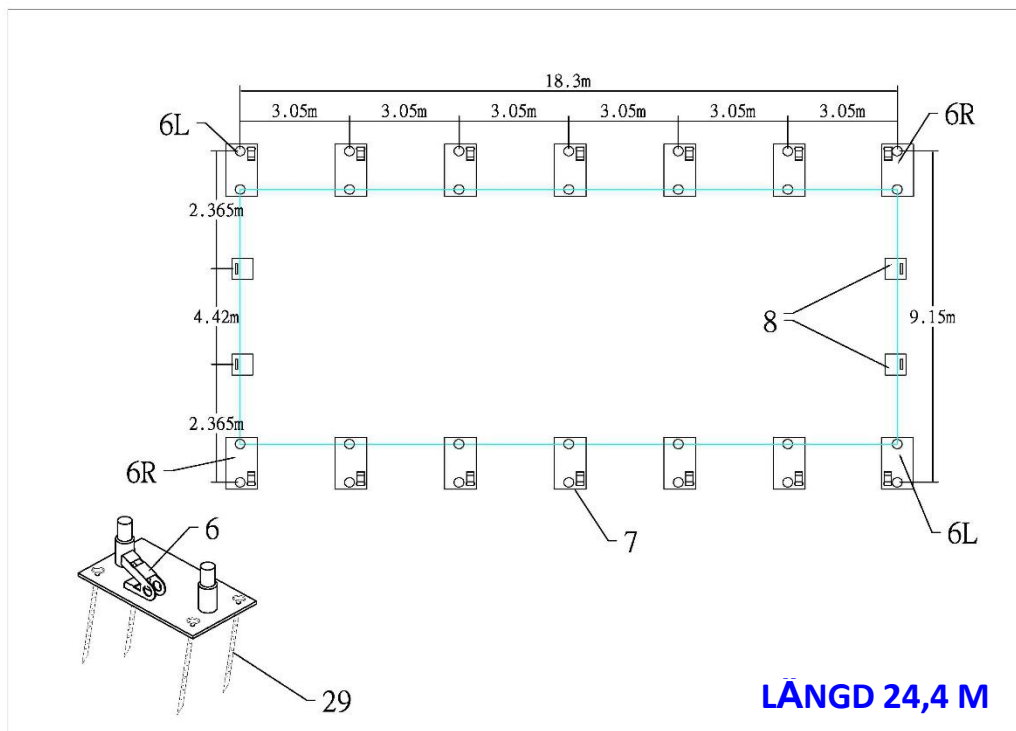

Bild 2: Placering av grunden
Placera bottenplattorna enligt bild 2
3. Som bild 2 visar, har varje bottenplatta fyra monteringsstavar.